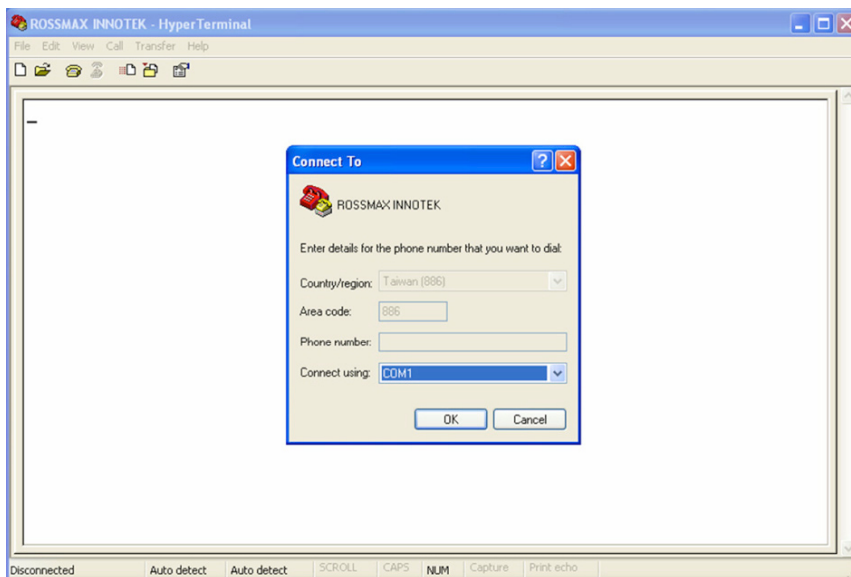

Abbildung 9 – 6
- 7 Stellen Sie im Menüpunkt „Bits pro Sekunde“ den Wert **9600** ein, im Menüpunkt „Datenbits“ verwenden Sie **8**, im Menüpunkt „Parität“ verwenden Sie **0**, im Menüpunkt Stoppbits verwenden Sie **1** und im Menüpunkt „Flusssteuerung“ verwenden Sie die Auswahl „**kein**“. (Abbildung 9 – 7)